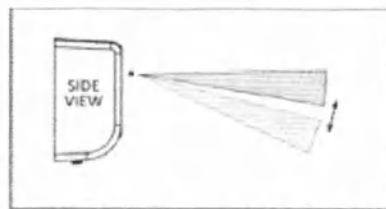

Рисунок 3-16 – Вращение зеркала
4. Используйте винт вращения зеркала (отметка I на *Рисунке 3-13 – Настройки сагиттального лазера*) для вращения проекции вверх и вниз, чтобы она полностью покрывала длину кушетки пациента (см. *Рисунок 3-16 – Вращение зеркала*).